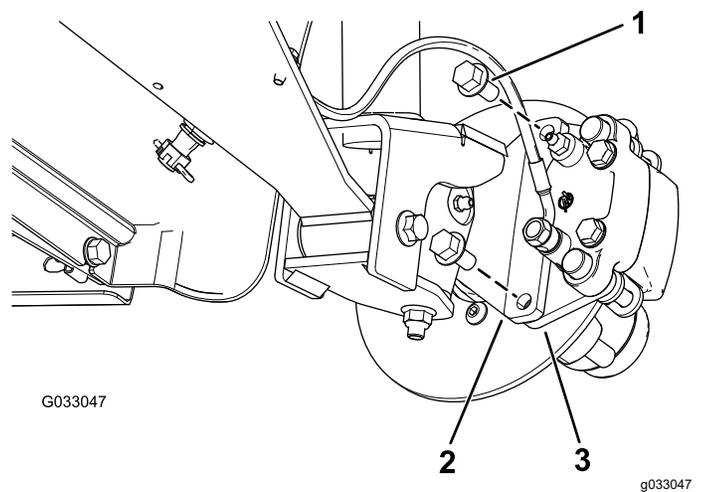
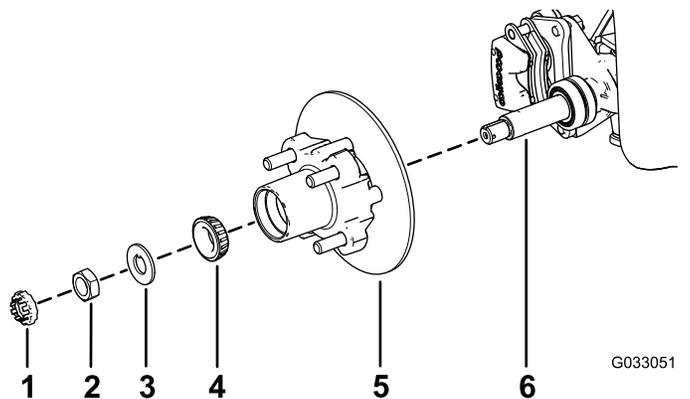

Figura 29
Figura 33
3. Retire los pernos con arandela prensada ($\frac{3}{8}$ " x $\frac{3}{4}$ ") que sujetan el soporte del conjunto de freno al eje y separe el freno del eje (Figura 29).
1. Aplique una ligera capa de grasa del tipo especificado en el eje (**Figura 33**).
2. Monte el cubo y el rotor en el eje con el rotor hacia dentro (**Figura 33**).
3. Monte el cojinete exterior en el eje y acople el cojinete al anillo de rodadura exterior (**Figura 33**).
4. Monte la arandela con pestaña en el eje (**Figura 33**).
5. Enrosque la tuerca en el eje y apriete la tuerca a 15 N·m, girando el cubo para asentar el cojinete (**Figura 33**).
2. Alinee las pastillas de freno en cada lado del rotor (**Figura 29**) y los taladros del soporte de la pinza con los taladros de montaje del freno de la mangueta (**Figura 33**).
3. Sujete el soporte de la pinza a la mangueta (**Figura 29**) usando los 2 pernos con arandela prensada ($\frac{3}{8}$ " x $\frac{3}{4}$ ").